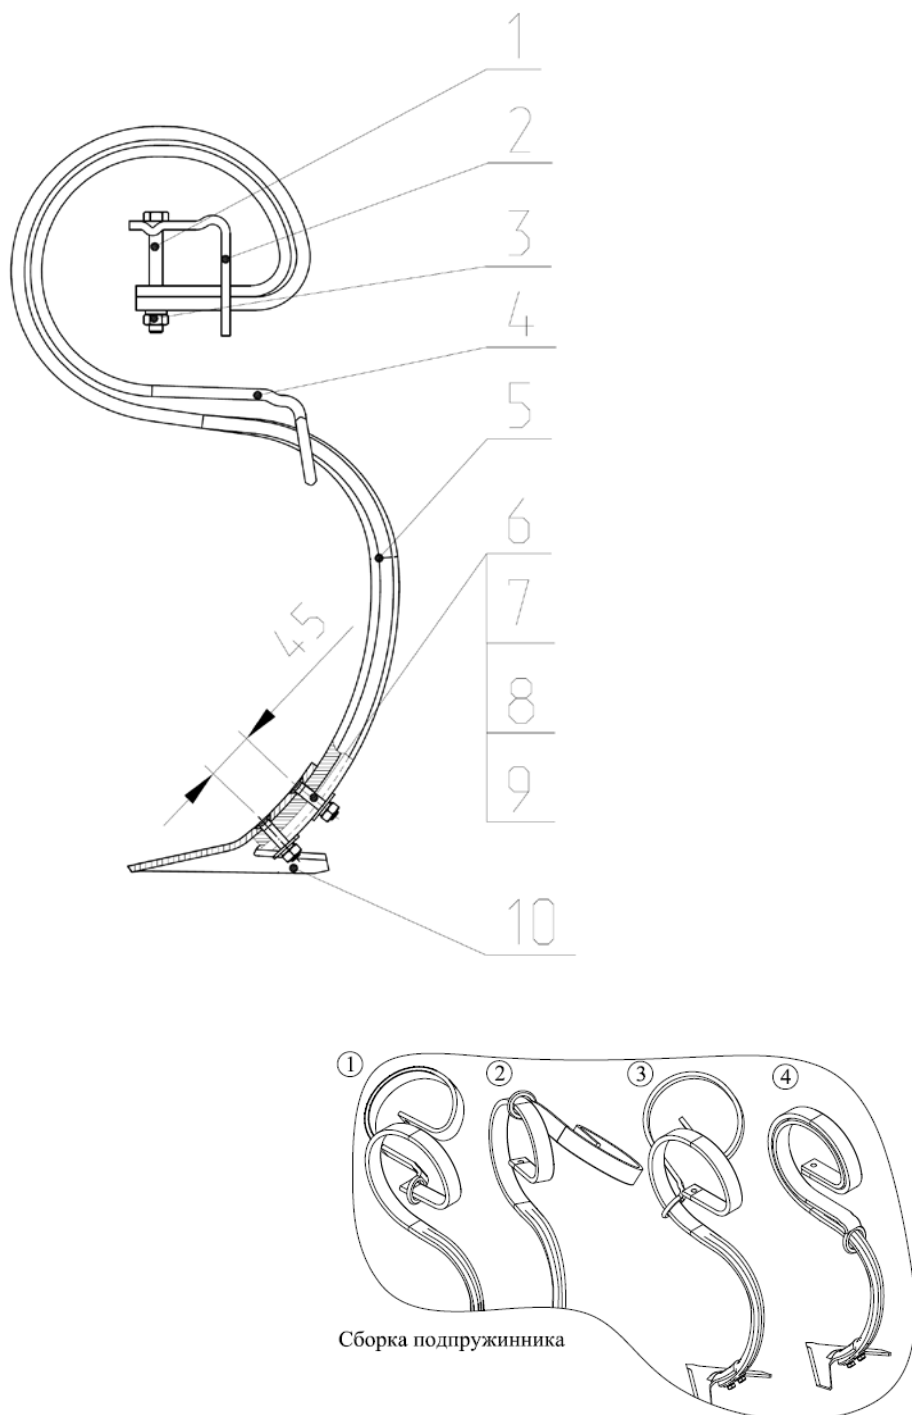

Рис. 9.2 Стойка пружинная в сборе.
2.8.1 Стойка пружинная (рис. 9.2) предназначена для выполнения основной технологической операции (подрезание сорных растений с дополнительным рыхлением почвы).
Рис. 9.2а Стойка пружинная в сборе.